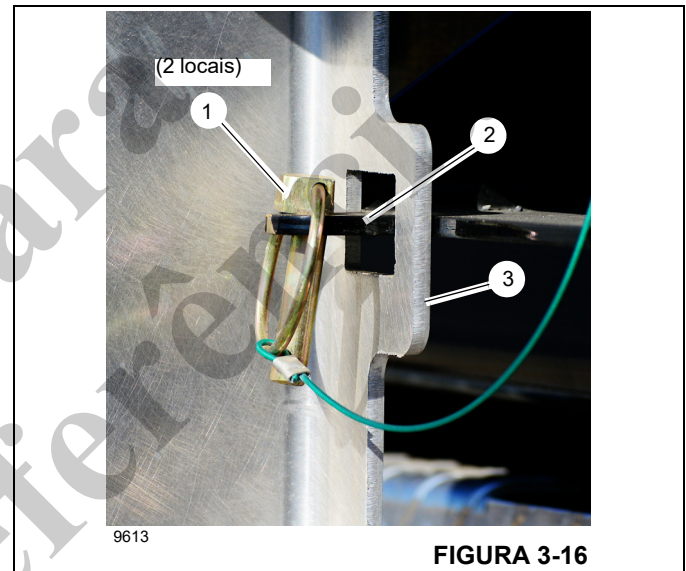

FIGURA 3-16
1. Remova as chavetas (1, Figura 3-16) dos suportes (2).
2. Eleve a escada e instale os pinos da escada (2) nas buchas na parte superior do para-choque traseiro.
3. Instale as chavetas (1, Figura 3-16) nos suportes (2) para fixar a escada (3) ao para-choque traseiro.